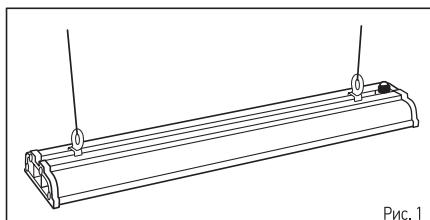

Рис. 1
- Для установки используйте скобы и подвесные колца из комплекта и цепь или толстый трос (в комплект не входят), способный выдержать вес изделия, Рис. 1. Убедитесь в надежности подвеса.